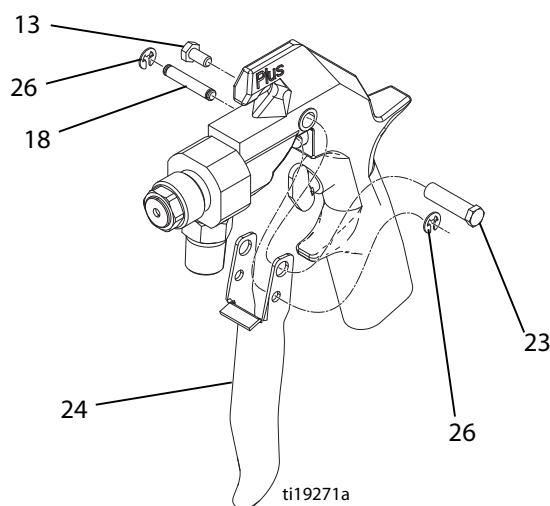

Рис. 7
4. Снимите один e-образный зажим (26), затем выдавите штифт (18) из пистолета. Извлеките винт (13), шарнирный штифт (23) и пусковой курок (24). См. Рис. 7.